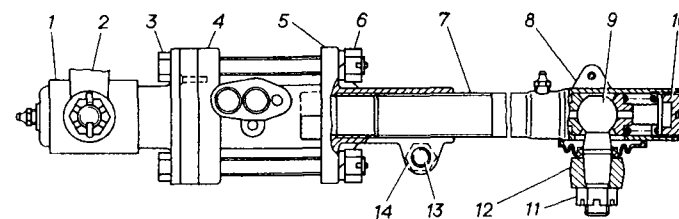

Рис. 10.6. Продольная рулевая тяга:
Продольная рулевая тяга (рис. 10.6) регулируется по длине и преднатягу в шарнирах. В передней части тяги крепится клапан управления гидроусилителя рулевого привода. Регулировкой длины тяги обеспечивается установка рулевого механизма в среднее положение при прямолинейном положении управляемых колёс.
4. Ослабить гайку *14* (рис. 10.6) и отрегулировать длину тяги *7* заворачивая или выворачивая ее до совмещения оси пальца шарнира с осью конусного отверстия поворотного рычага (защитный чехол должен быть снят). Затянуть моментом 5,0–6,2 даН·м (5,0–6,2 кгс·м) гайку *14* и надеть на шарнир защитный чехол.